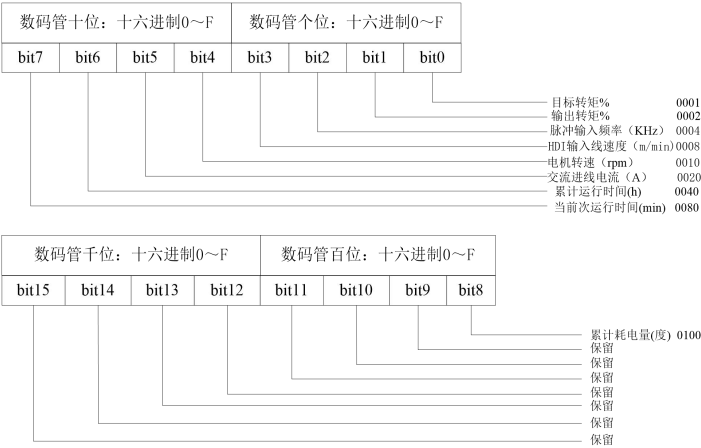

图 5-20. LED 运行显示位对应图
设置方法参照 F7-29, 如图 5-20 所示, 将需要显示的量对应的 16 进制值代入 F7-65, 即为运行显示。
- 1：有电机过载保护功能，保护时间与电机电流的关系参照图5-20。
例：用户需要将150%额定电流的保护时间修改为3分钟时，首先在图5-20中查找到150%电机电流的保护时间为6.0分钟，则F9-01=所需保护时间T/T(L1)=3分钟/6分钟=0.5。
例：用户需要在90%额定电流时保护时间设置为30.0min，首先在图5-20中找到L1上30.0min对应的电流为130%，F9-35=(130%/90%)×100%=144%。注意：最小电流保护值为55%。